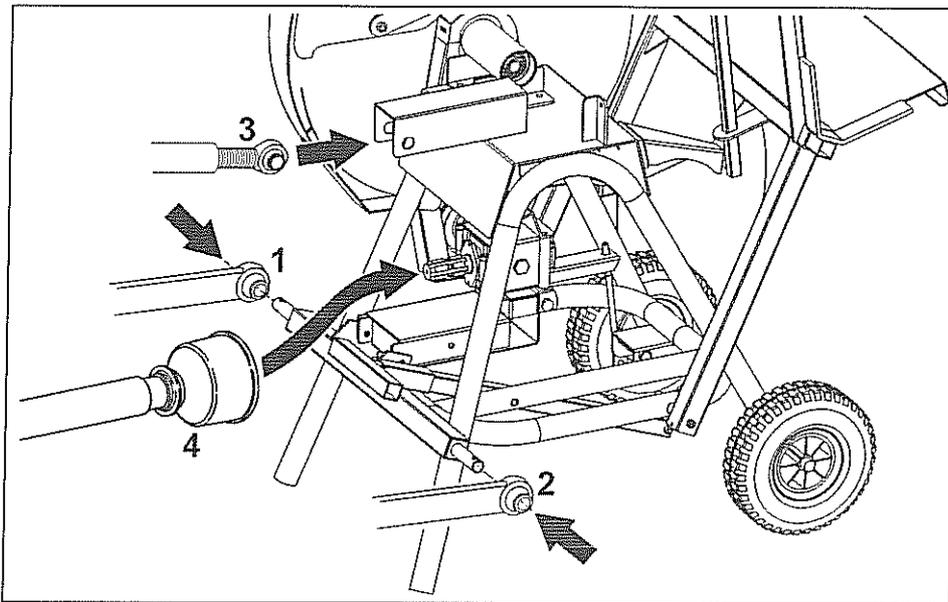

Fig. 6
- ◆ Amener les bras du releveur hydraulique du tracteur à la même hauteur des points d'accrochage correspondants sur la machine (1-2 Fig. 6).
- ◆ Accrocher le troisième point du tracteur à la machine (3 Fig. 6), insérer l'axe spécial et le bloquer avec sa cheville de sécurité.
- ◆ Brancher la prise de force du tracteur avec celle de la machine en utilisant un arbre à cardan ad hoc et muni de protections (4 Fig. 6).